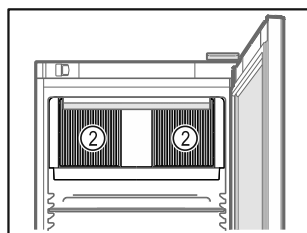

Fig. 56
- ❑ Mantenere libere le fessure di ventilazione Fig. 56 (2) della ventola di ricircolo nel vano interno.